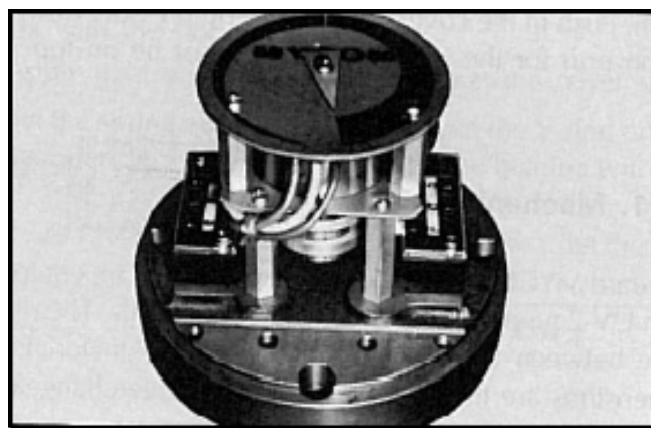

Fig. 143 Indicateur de décharge pour 125 LUD
- (1) 125 LU Type 121-600-00 (Fig. 143)